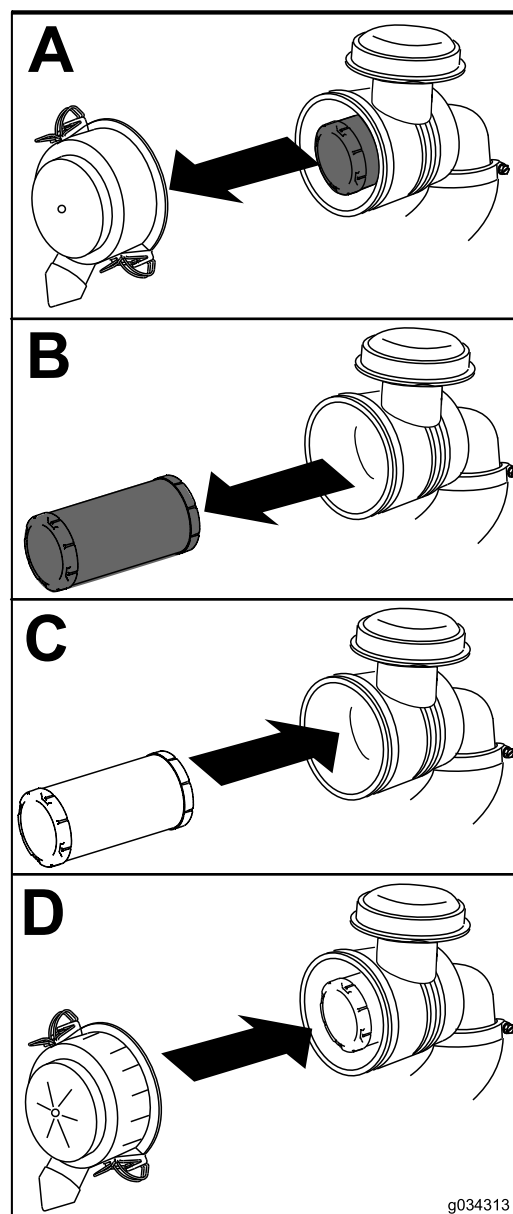

Figure 36
1. Sortez l'élément filtrant du boîtier du filtre à air avec précaution (Figure 36).
4. Reposez le couvercle du filtre à air, le côté portant l'inscription UP en haut, et verrouillez-le (Figure 36).